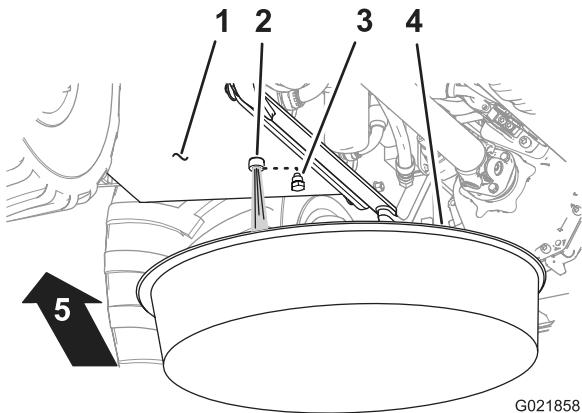

Figure 92
4. Placez un conteneur d'une capacité minimale de 75,7 litres (20 gallons) sous le bouchon de vidange du réservoir hydraulique (Figure 92).
5. Retirez le bouchon de vidange du réservoir de liquide hydraulique (situé sous le réservoir) et vidangez le réservoir (Figure 92).
7. Remettez le bouchon de vidange en place (Figure 92).